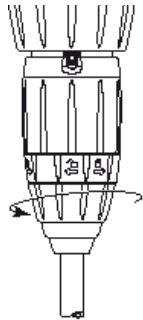

Fig. 15
- Desenroscar la tuerca y retirar el tubo de aspiración (**Fig. 15**).